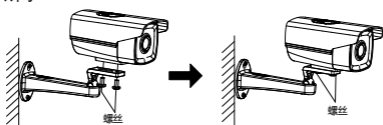

图3-2 固定摄像机
**步骤 2** 在支架上拧入 2 颗 1/4 英寸螺丝将摄像机固定，如图 3-2 所示。